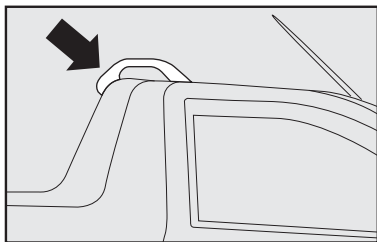
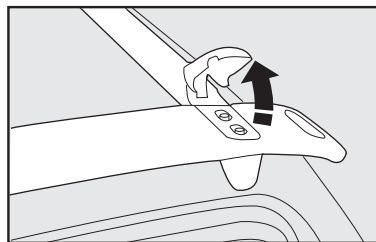
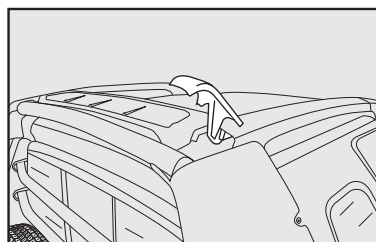

fig. 108
fig. 109
fig. 110
- utilizar o porta-escadas fig. 108 para apoiar e fixar corretamente os objetos de maior altura. Nas versões com cabine estendida e cabine dupla, levantar antes os limitadores fig. 109 ou A-fig. 110 (Strada Adventure).
**Ao utilizar o porta-escadas, não apoiar objetos cujo peso for superior a 50 kg. Os limitadores fig. 109 ou 110, não deverão ser forçados com pressões laterais superiores a 30 kg.**